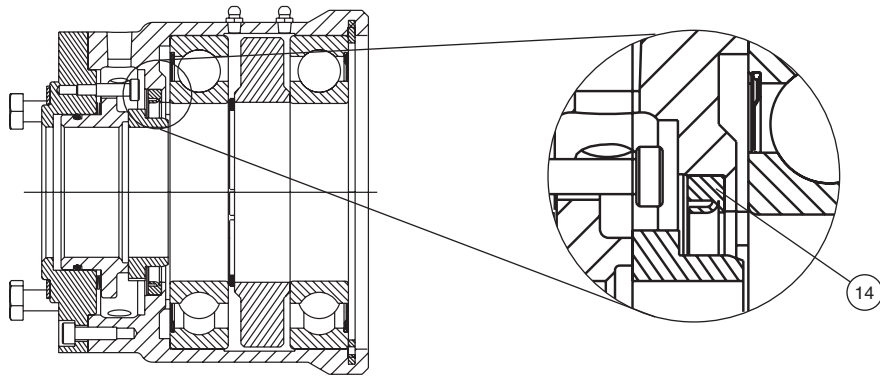

Figure 1
Si équipé, extraire le joint à lèvres (14) du corps en utilisant un tournevis. Nettoyer et sécher l'intérieur du corps. Voir figure 1.
Monter un nouveau joint à lèvres (3) dans le corps (1). Utiliser un morceau de tube ou de tuyau pour appliquer une pression uniquement sur la partie métallique du diamètre extérieur du joint et le comprimer. Voir figure 1.